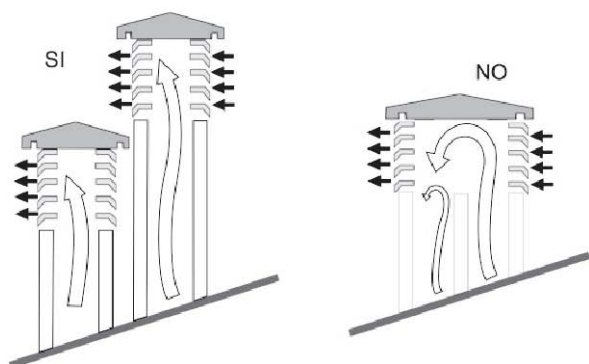

Fig.3
- Qualora si utilizzino canne fumarie ad uscite parallele, si consiglia di alzare di un elemento la canna controvento (fig.3).